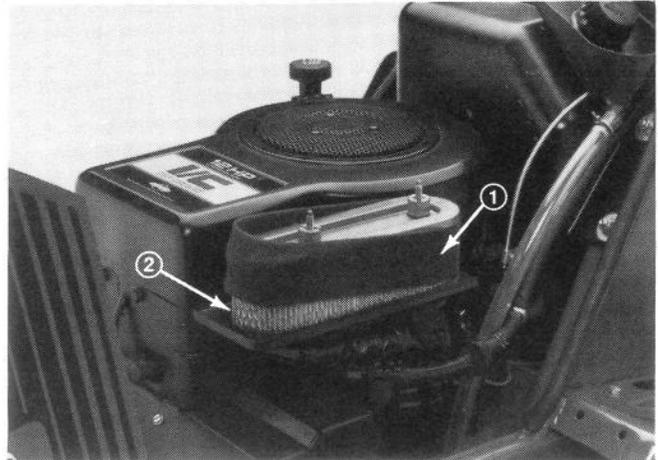

Abbildung 11
4. Zwei (2) Schrauben von der Oberseite der Patrone entfernen (Abb. 11).